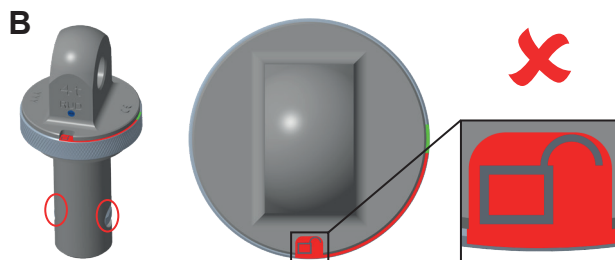

Abb. 5: Symbol ROT | SCHLOSS GEÖFFNET = PIP-RAPIDO kann montiert / demontiert werden
- **ROT | SCHLOSS GEÖFFNET** (*Abb. 5*)